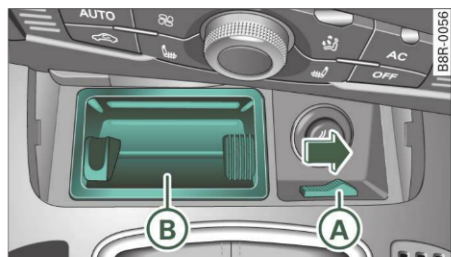

Fig. 146 Consola centrală față: Scoaterea scumierei
- Pentru a ajunge la mecanismul descuierii de urgență, scoateți scumiera (B) cu ajutorul comutatorului (A) ⇒ fig. 146.